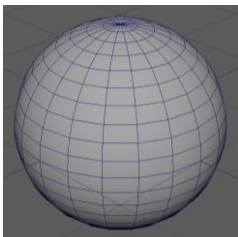

Рис. 2.9. Зображення примітиву *Sphere (Сфера)*
- *Sphere (Сфера)* (рис. 2.9):